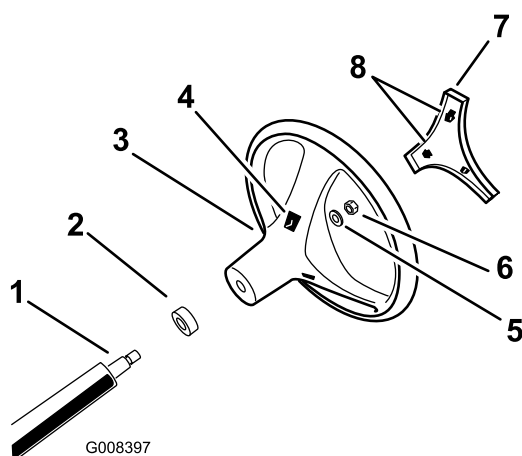

Figura 3
1. Através das aberturas na parte traseira do volante, liberte as patilhas de bloqueio da cobertura central e retire a cobertura do volante (Figura 3).
2. Retire a porca de bloqueio e a anilha do eixo da direção (Figura 3).
3. Alinhe o volante com o eixo da direção (Figura 3).
4. Monte a anilha e porca do eixo da direção (Figura 3).
6. Alinhe as patilhas de bloqueio da cobertura central com as aberturas no volante e pressione a cobertura contra o volante até que as patilhas encaixem no sítio (Figura 3).